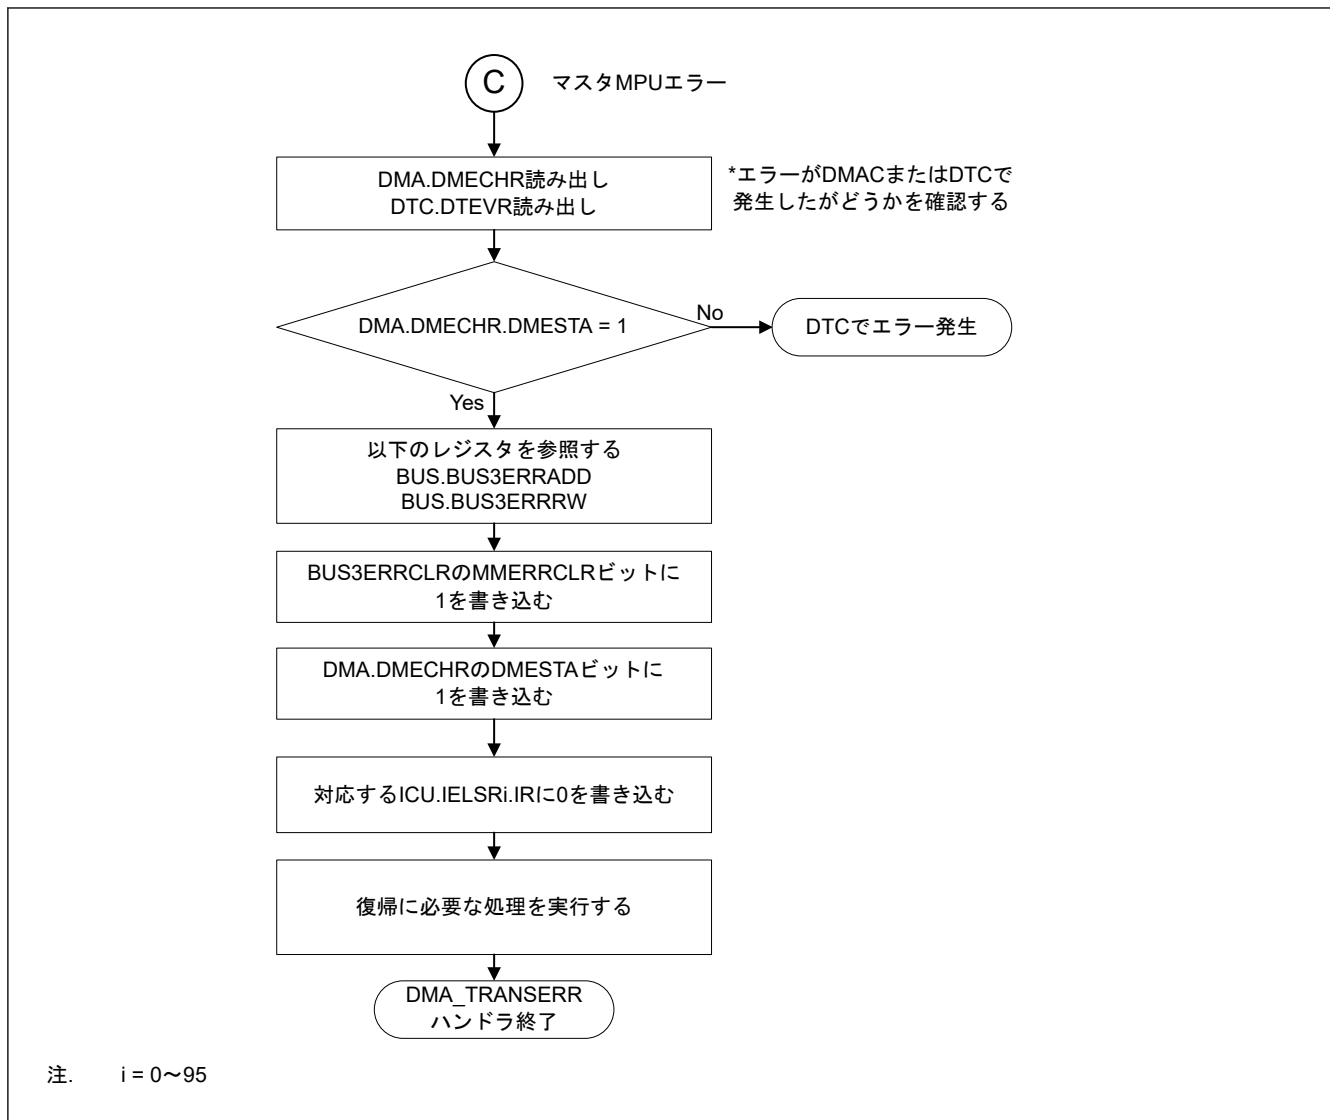

図 15.30 マスタ MPU エラーによる DMA\_TRANSERR ハンドラの処理
- 図 15.30 に DMAC のマスタ MPU エラーが発生したチャンネルとセキュリティ属性を確認するフローを示します。